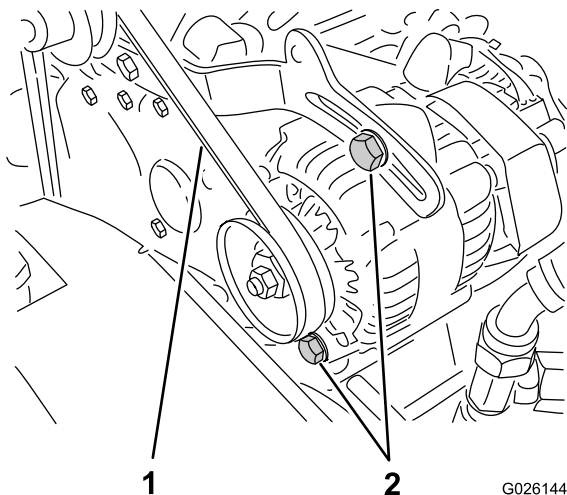

図 66
2. クランクシャフトとオルタネータのプーリ間の中央でベルトを指で押してベルトの張りを点検する。押す力は10 kg程度(図 66)。
A. オルタネータの取り付けボルト2本をゆるめる図 66。
- B. エンジンとオルタネータの間にボールを入れて適当な張りに調整し、取り付けボルトを締め付ける図 66。